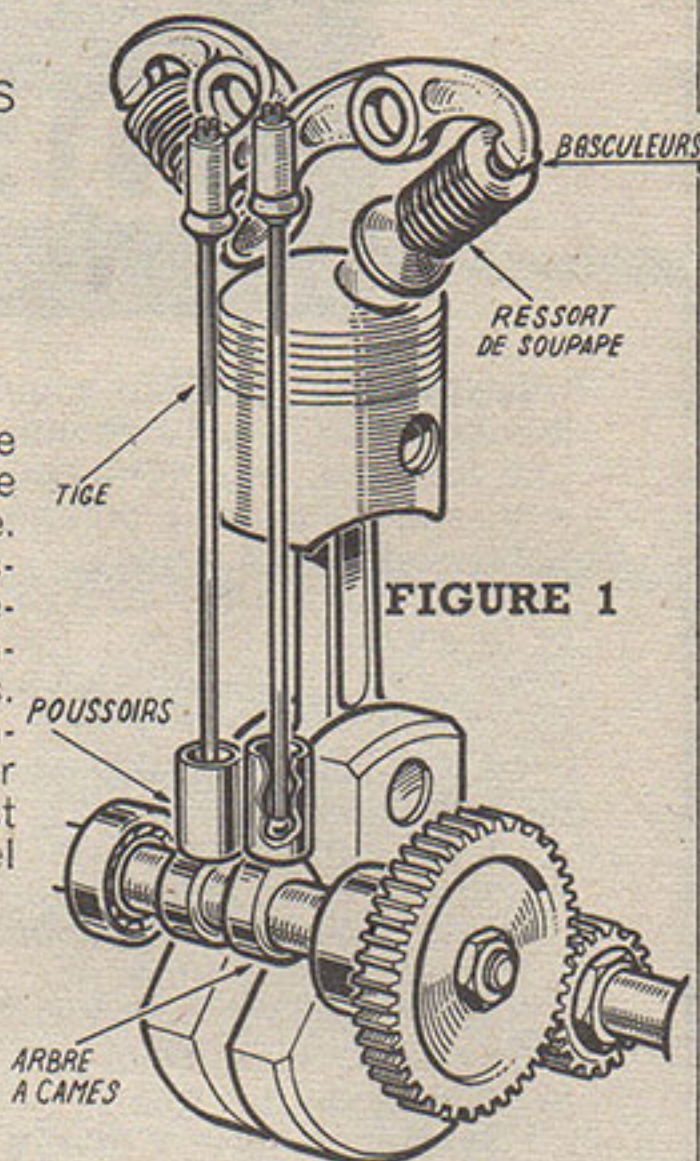

FIGURE 1
a) COMMANDE PAR TIGES ET CULBUTEURS (Fig. 1).